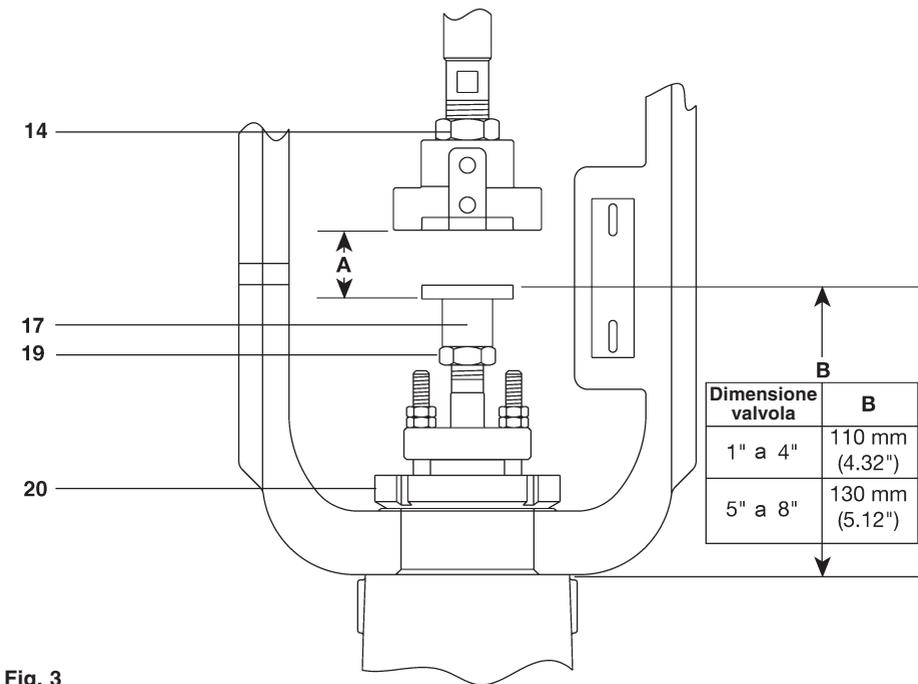

Fig. 3
- Allentare e rimuovere le viti di fissaggio del giunto (12) e togliere il piatto anti-rotazione (11).
- Accoppiare l’adattatore (17) con l’asta della valvola e spingere manualmente l’otturatore fino alla sua posizione di chiusura.
- Porre la ghiera di bloccaggio (20) dell’attuatore sopra l’asta della valvola e posizionarla sullo spallamento del coperchio. Inserire e serrare la ghiera di bloccaggio (20) alla coppia di serraggio raccomandata (Tavola 1, pagina 14).
- Regolare la posizione dell’adattatore dell’asta della valvola (17) come mostrato nella fig. 3, in modo che la distanza “A” sia equivalente alla corsa desiderata, che si trova segnalata sulla targhetta dell’indicatore di corsa sull’attuatore (18). Quindi serrare i dadi di fermo (19) alla coppia raccomandata, come indicato nella Tavola 1 a pagina 14.
- Riposizionare il piatto anti-rotazione (11). Montare le viti del giunto (12) e serrarle alle coppie raccomandate (Tavola 1, pagina 14).
- Porre la ghiera di bloccaggio dell’attuatore sopra l’asta della valvola e posizionarla sullo spallamento del coperchio. Inserire e serrare la ghiera di bloccaggio (20) alla coppia di serraggio raccomandate (Tavola 1, pagina 14).
- Regolare la posizione dell’adattatore dell’asta della valvola (17) in modo che la distanza “B” sia equivalente al valore mostrato nella fig. 3, quindi serrare il dado di fermo (19) (vedi Tavola 1, pagina 14).
- Riposizionare il piatto anti-rotazione (11). Montare le viti di fermo del giunto (12) e serrarle alle coppie raccomandate (Tavola 1, pagina 14).